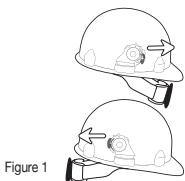

Figure 1
1. Hard hat can be worn with the brim forward or backwards. Insert blades into the cap slots with the button always facing the back of the suspension. (Figure 1)
1. Le casque de protection peut être porté le bord vers l'avant ou l'arrière. Insérer les lames dans les fentes du casque en maintenant le bouton face à l'arrière de la suspension, comme à la (Figure 1).